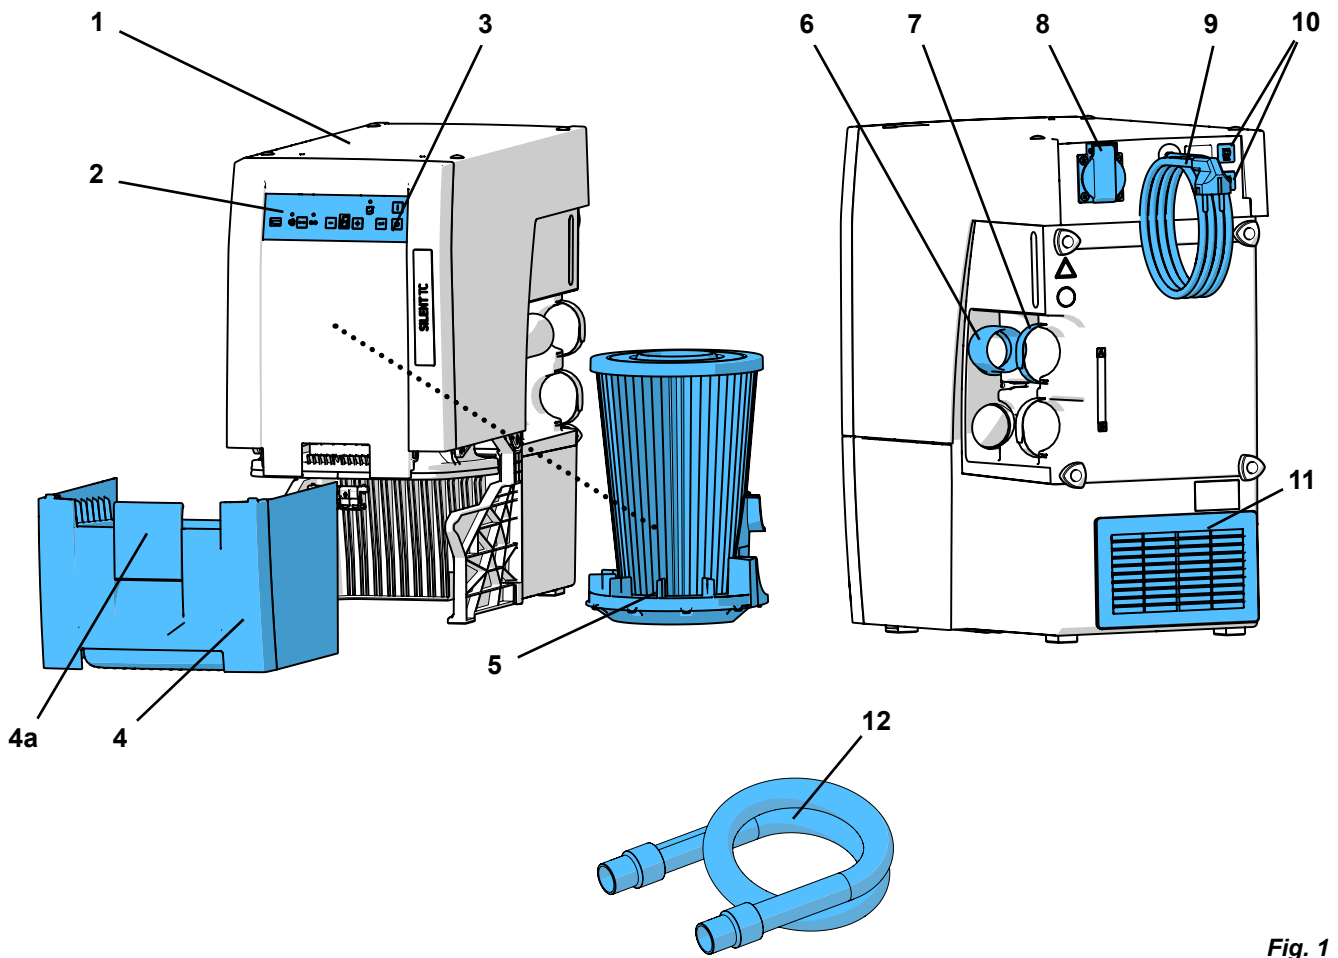
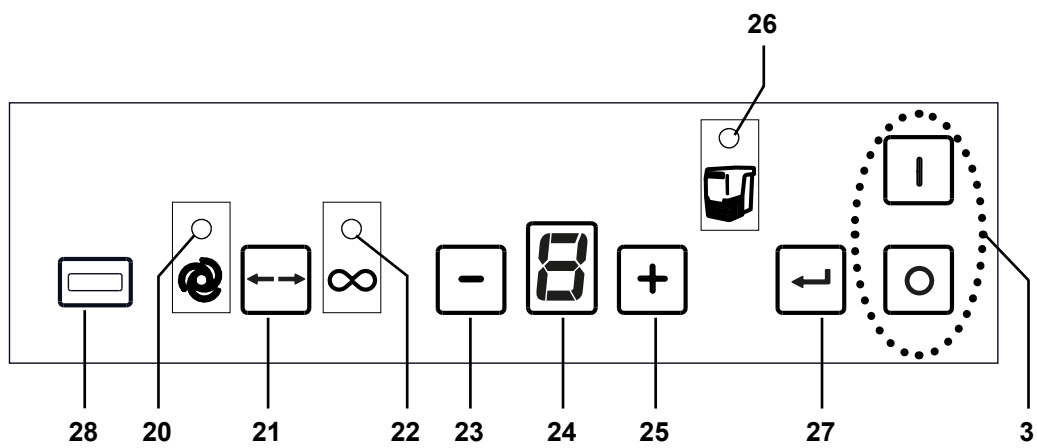

Fig. 1
Fig. 2
Für Hinweise auf Bedienelemente siehe Fig. 1 und Fig. 2 auf Seite 2 dieses Dokuments.
**i** For information on operating elements, see Fig. 1 and Fig. 2 on page 2 of this document.
**i** Pour les renseignements sur les éléments de commande, voir Fig. 1 et Fig. 2 à la page 2 de ce document.
Per informazioni sugli elementi di comando, vedere Fig. 1 e Fig. 2 a pagina 2 del presente documento.
**i** Para mayor información sobre los elementos de mando, véase Fig. 1 y Fig. 2 de la página 2 de este documento.